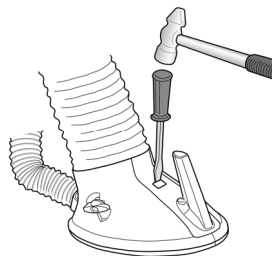

Fig. 7
2) マイナスドライバーとハンマーを使い、フード上部に穴を開けてください。(Fig. 7)